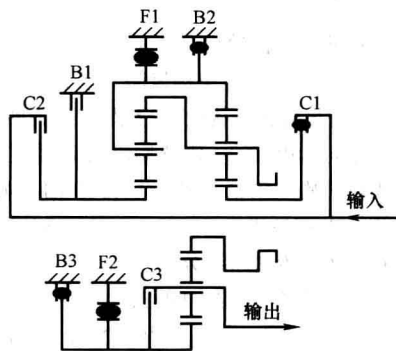

图 1-6 L1 挡动力传递路线
(1) 主行星齿轮机构 L1 挡动力传递路线如图 1-6 所示, 由以上 D1 挡动力传递路线分析可知, 在 D1 挡, 1 号单向离合器 F1 锁止是动力传递不可缺少的条件, 当动力反向传递时, F1 会超越滑转, 故没有发动机制动。在 L1 挡, 为获得发动机制动, 1 挡和倒挡制动器 B2 工作, 它与 F1 并联, 双向固定后行星架/前齿圈, 故在 L1 挡会有发动机制动。